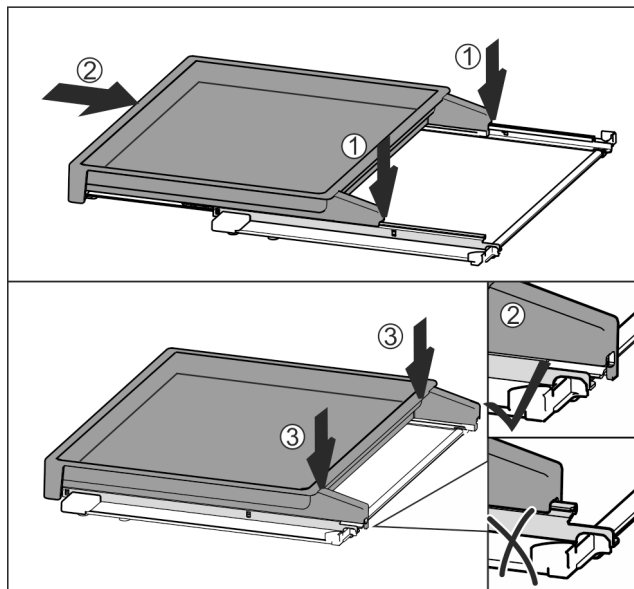

Fig. 44
- ▶ Nasadte uprostřed na kolejničky Fig. 44 (1).
- ▶ Vysouvací přihrádku zcela zasuňte Fig. 44 (2).
- ▶ Zatlačte pak na zadní straně, až slyšitelně zacvakne Fig. 44 (3).